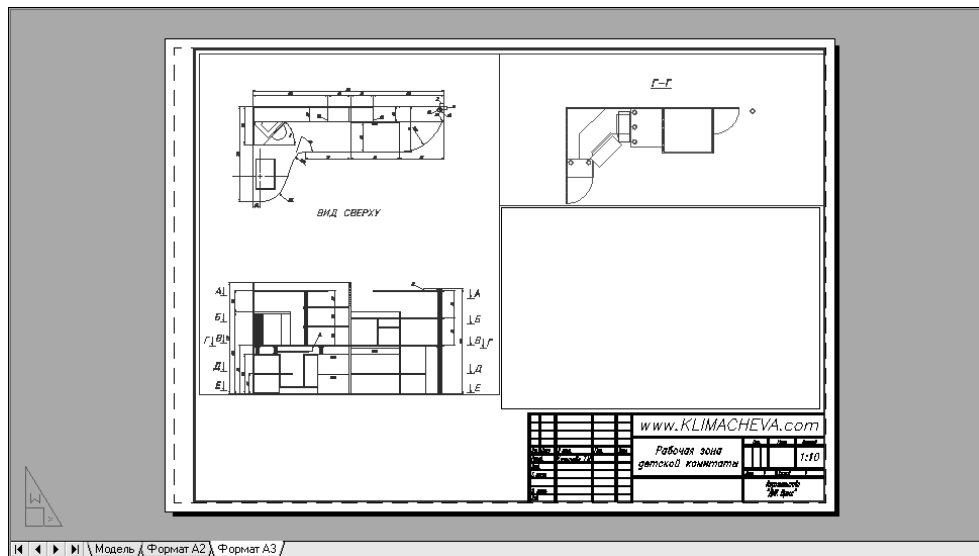

Рис. 13.33 ▼ Определение прямоугольной области, в которой должны быть размещены два новых видовых экрана
1. Выберите из меню команду **Вид** ⇒ **Видовые экраны** ⇒ **2 ВЭкрана** (View ⇒ Viewports ⇒ 2 Viewports). AutoCAD предложит выбрать размещение новых видовых экранов. Введите **Горизонтальное** (HORIZONTAL) или просто **г** (H).
2. В ответ на предложение задать размеры области, которую должны занимать оба видовых экрана, выберите сначала точку, которая должна находиться в левом верхнем углу этой области, а затем – точку, которая должна находиться в ее правом нижнем углу (рис. 13.33).